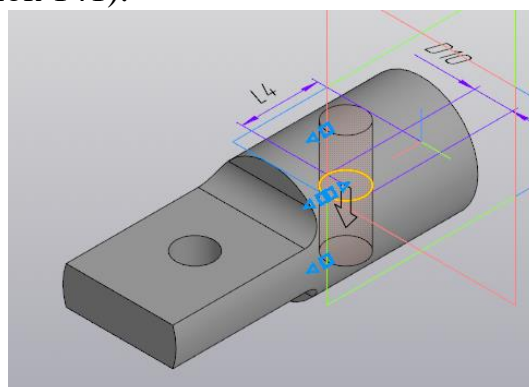

Рисунок 141.
13. Выполните **Вырезать выдавливанием**, задать прямое направление, выбрать способ построения **Через все** (рисунок 141).